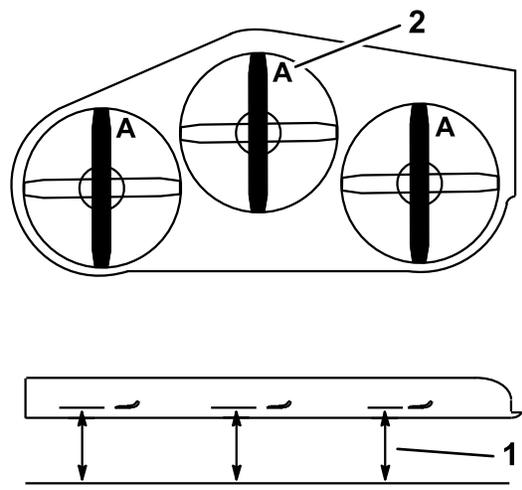

Figure 97
3. Tournez les lames dans le sens longitudinal (Figure 97). Mesurez la distance entre la surface plane et le tranchant (position A) des lames (Figure 97). Notez cette valeur.